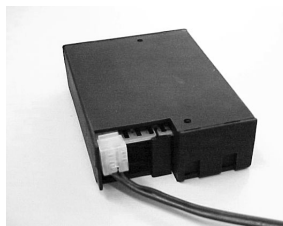

fig. 7
- Allacciare i cavi ai connettori del dispositivo di regolazione del gas. Le spine hanno misure diverse e corrispondono ai connettori del dispositivo di regolazione del gas (fig. 7).